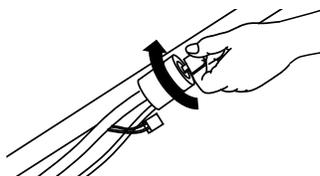
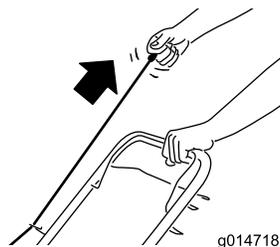

Figura 16
Figura 17
2. Girate la chiave di accensione (solo modelli con avviamento elettrico; fate riferimento a Figura 16) o tirate l'avviatore autoavvolgente (Figura 17).